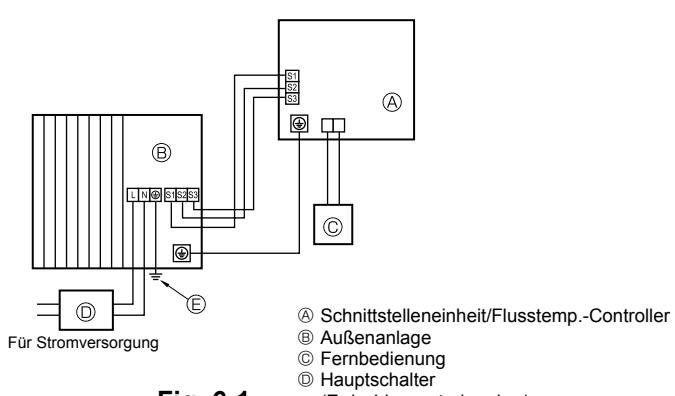
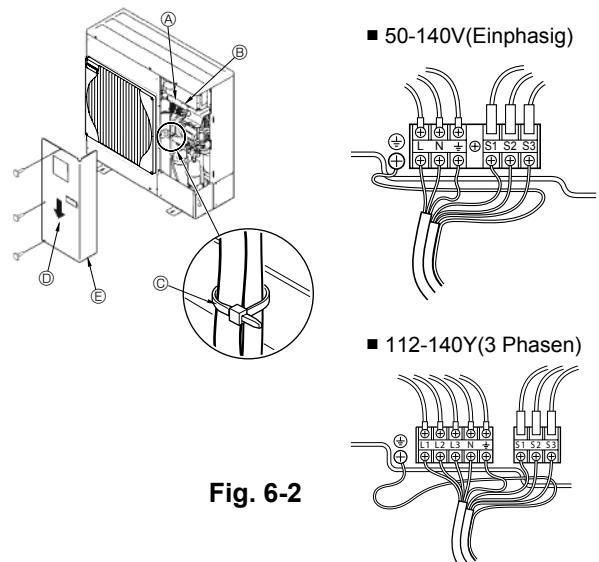

Fig. 6-1
Fig. 6-2
### 6.1. Außenanlage (Fig. 6-1, Fig. 6-2)
- Die Kabel gemäß der Fig. 6-1 und der Fig. 6-2 verdrahten.